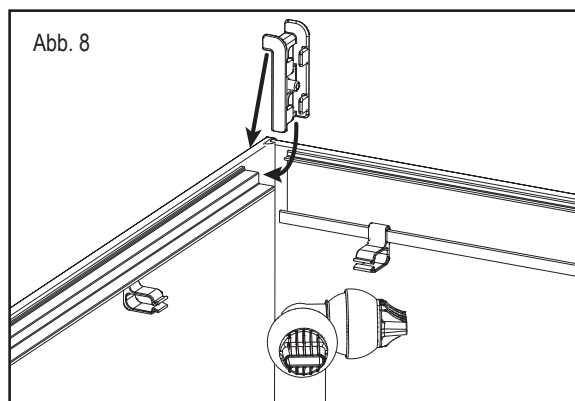

Abb. 8
2. Platzieren Sie die Kabelführung dort, wo sie am besten geeignet ist, indem Sie sie in den unteren Kanal der beiden Schienen schieben (Abb. 8).
6. Bringen Sie die Kabelführung im Inneren des Aquariums an, nachdem Sie sie an der Oberkante des Glases ausgerichtet haben (wie in Abb. 8 gezeigt), und indem Sie sie vorsichtig an das Glas drücken. Um die optimale Haftung zu gewährleisten, warten Sie 24 Stunden, bevor Sie das Aquarium mit Wasser füllen.